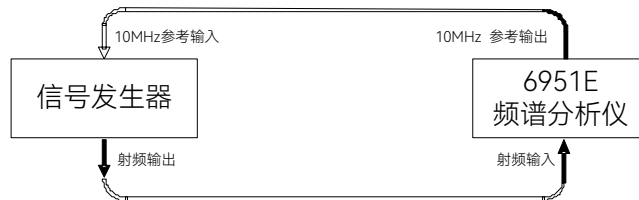

图7.4 最大分析带宽测试
- 1) 开机预热 30 分钟，按图 7.4 连接设备，6951E 为信号发生器提供 10MHz 参考信号。设置信号发生器频率 1GHz，功率为-10dBm。选择 6951E 【模式】，设置为模拟解调分析模式，选择【带宽】，设置采样率为 150MHz，设置信号发生器射频输出为开。